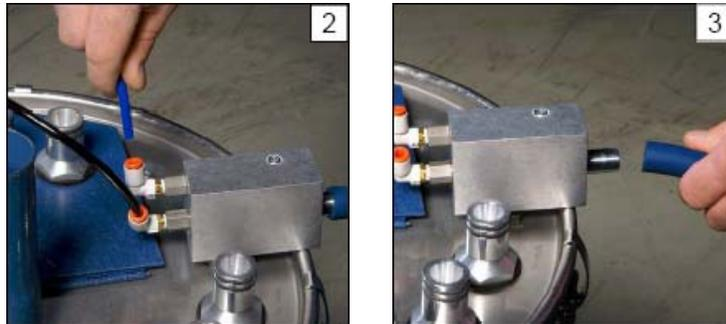

Fig. 5-12
1. Retirer les tuyaux à air de la pompe (fig. 5-12).
2. Retirer le tuyau à poudre (fig. 5-12).